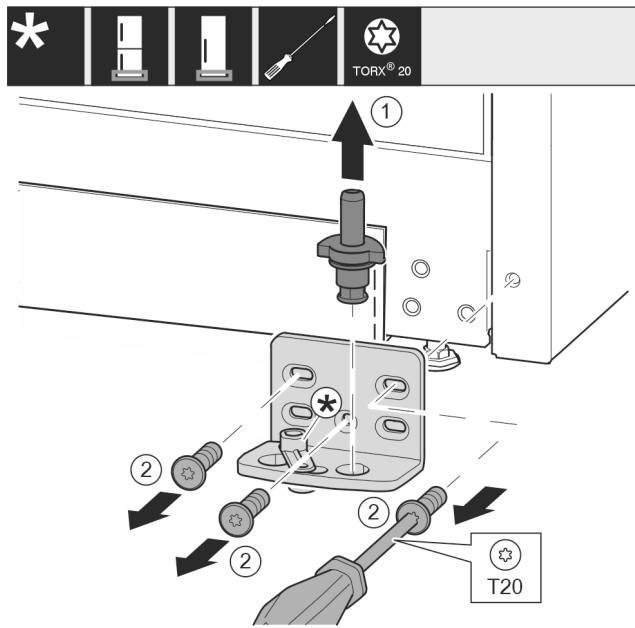

Fig. 39 *
- ▶ Extrageți complet bolțul de lagăr Fig. 39 (1) în sus.*
- ▶ Deșurubați șuruburile Fig. 39 (2) cu șurubelnița și detașați suportul de lagăr.*